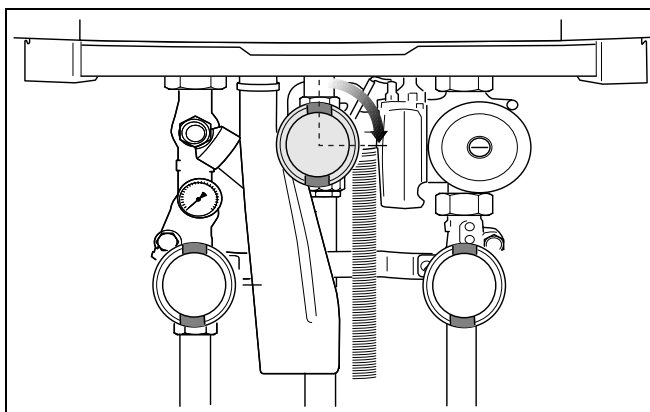

Fig. 23 Închideți robinetul de gaz (aici: închis)
- Închideți instalația principală de blocare sau robinetul de gaz (Fig. 23).
- Închideți robinetul principal de blocare sau robinetul de gaz (Fig. 23).